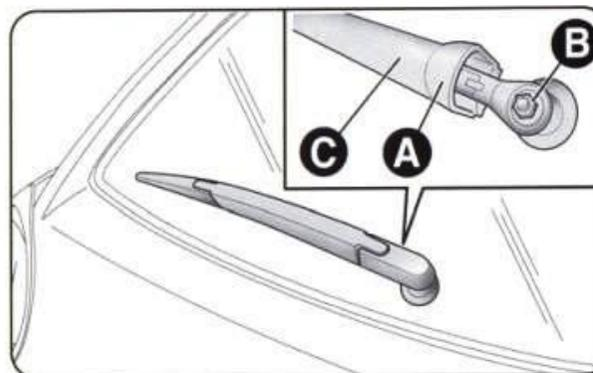

рис. 6
- поднимите крышку А (рис. 6), отверните гайку В и снимите рычаг С;